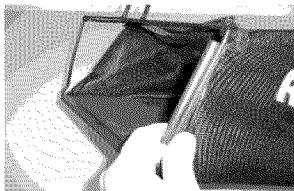

Figura 12 - Sujete las presillas al bastidor
2. Hale la bolsa de tela hacia la apertura rectangular del bastidor de alambre y sujete la bolsa de tela al bastidor con las presillas de plástico integradas. (Vea la Figura 12)..